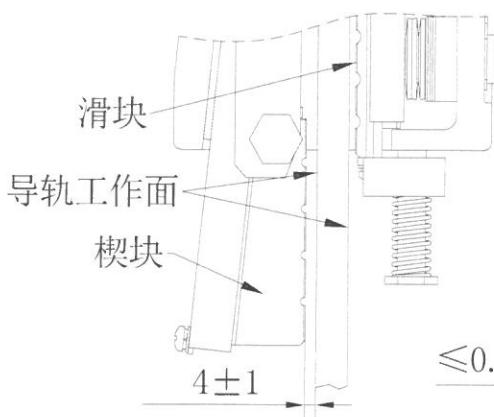

图 4
2.2.3. �edge块与导轨间隙为：  $4\pm1\text{mm}$ (图 4)。